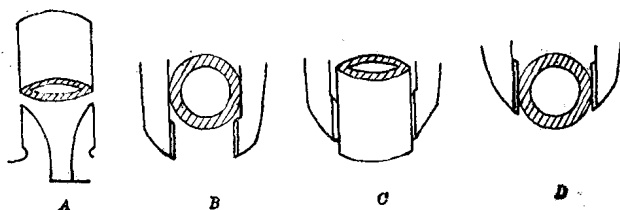

图 1-10
7. 图 1-10 所示的用游标卡尺测量一根塑料管的外径的几种测量方法中，错误的是